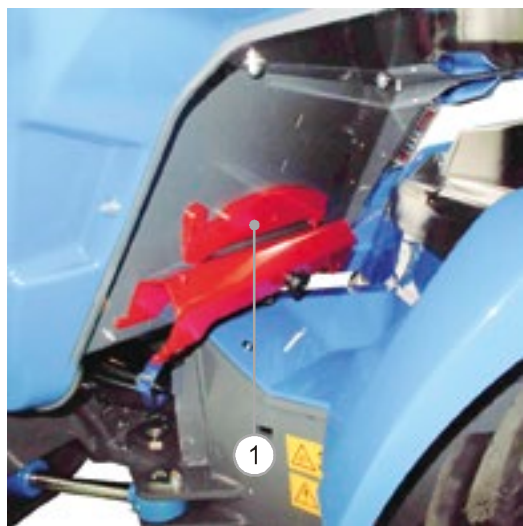

РИС. 22
- 3) Ослабьте рукоятку (РИС. 22– Сс. 1) кронштейна замка рулевого управления и фиксатор подъемного рычага.